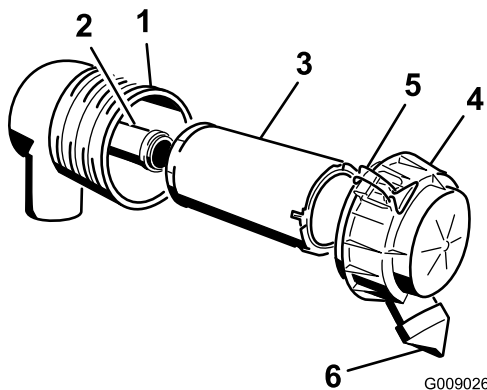

Figure 30
3. Ouvrez les verrous du filtre à air et enlevez le couvercle du corps du filtre (Figure 30).
6. Sortez l'élément principal du corps du filtre avec précaution (Figure 30). Évitez de cogner l'élément à l'intérieur du corps.
9. Si vous remplacez l'élément filtrant de sécurité, insérez-le avec précaution dans le corps du filtre (Figure 30).
10. Placez ensuite l'élément principal sur l'élément de sécurité avec le même soin (Figure 30). Assurez-vous qu'il est bien engagé en appuyant sur le rebord extérieur.
11. Reposez le couvercle du filtre à air, le côté portant l'inscription "UP" en haut, et fermez les dispositifs de verrouillage (Figure 30).